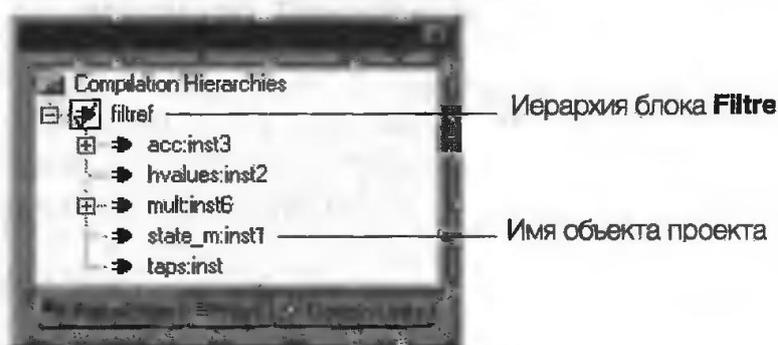

Рис. 3.47
2. Раскройте иерархию проекта **filtref**, щелкнув по символу "+" на вкладке **Hierarchies** (рис. 3.47)